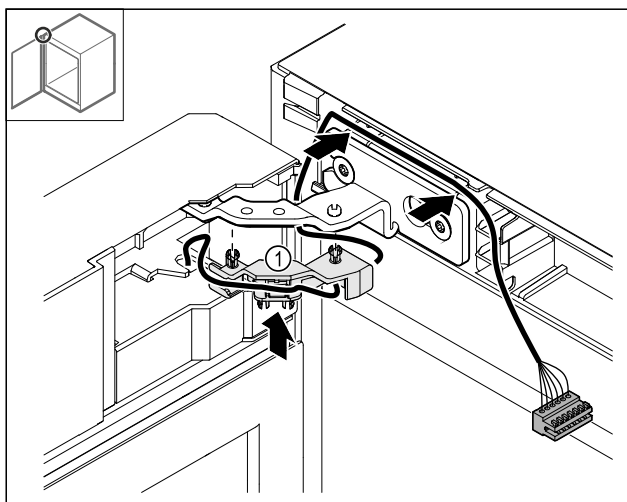

Fig. 49
- ▶ Nyomja be a kábeltartó Fig. 49 (1) a zsanérba.